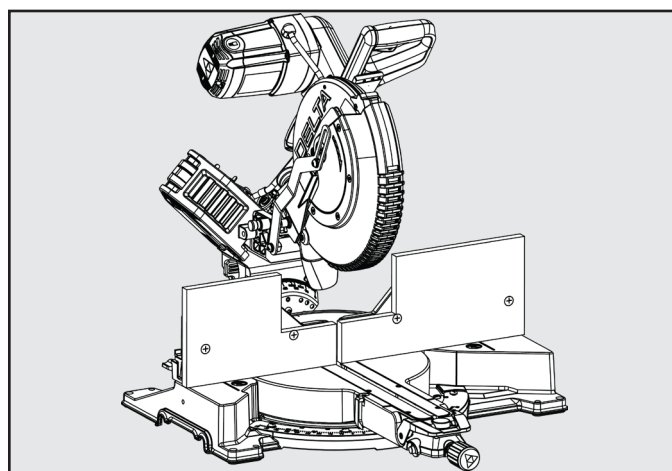

Figura 25
2. Coloque la madera de la guía tope auxiliar contra la guía tope de la sierra ingletadora. Consulte la Figura 25. La altura máxima para esta madera no deberá exceder 6,5". Asegúrese de que la guía tope auxiliar no entre en contacto con el cabezal de la sierra y compruebe que el cabezal de la sierra esté en la posición completamente hacia ABAJO y RETRAÍDO.